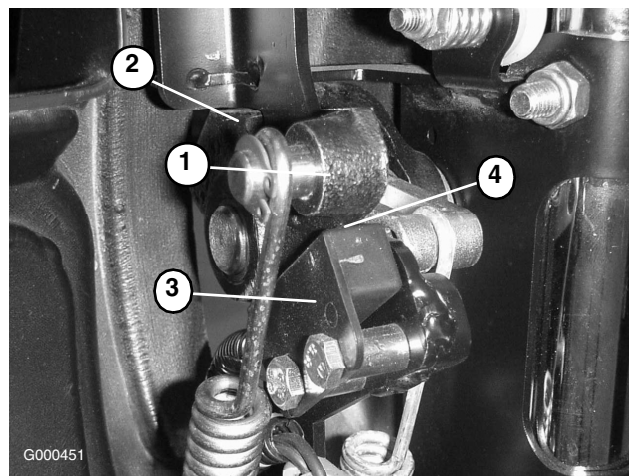

Figure 26
- Engagez le levier de commande de déplacement jusqu'à ce qu'il touche la butée de point mort (Figure 26).
- Desserrez les fixations du contacteur de sécurité (Figure 26).
- Placez une cale de 0,032" entre le levier de commande de déplacement et le contacteur de sécurité (Figure 26).